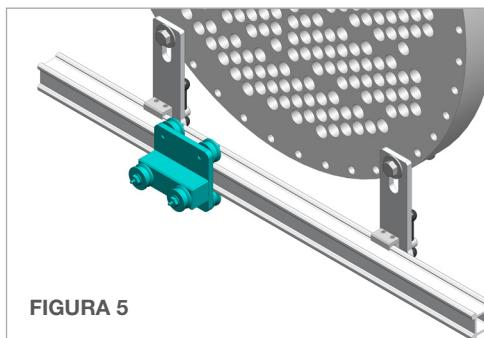

FIGURA 5
5. Encaixe o **Carro Conduzido** no trilho inferior não perfurado. (**Figura 5**).